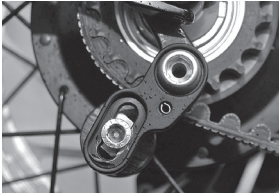

Abbildung 2:
2. Der Snubber-Träger wird mit Hilfe der Schraube M10x1 so an dem Schaltauge verschraubt, dass er die in Abbildung 2 dargestellte Position einnimmt. Hierzu sollte der Trägerstift gegen die Anschlagfläche des Schaltauges geschoben werden. Die Snubber-Achse kann gegenüber dem Snubber-Träger in einem Langloch verstellt und über die Schraube M6 fixiert